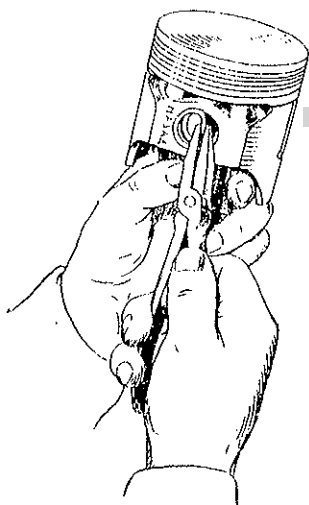

Bild 73 Absetzen der Sprengringe von Kolbenbolzen
- Sprengringe des Kolbenbolzens mit Hilfe einer Flachzange herausziehen (Bild 73);